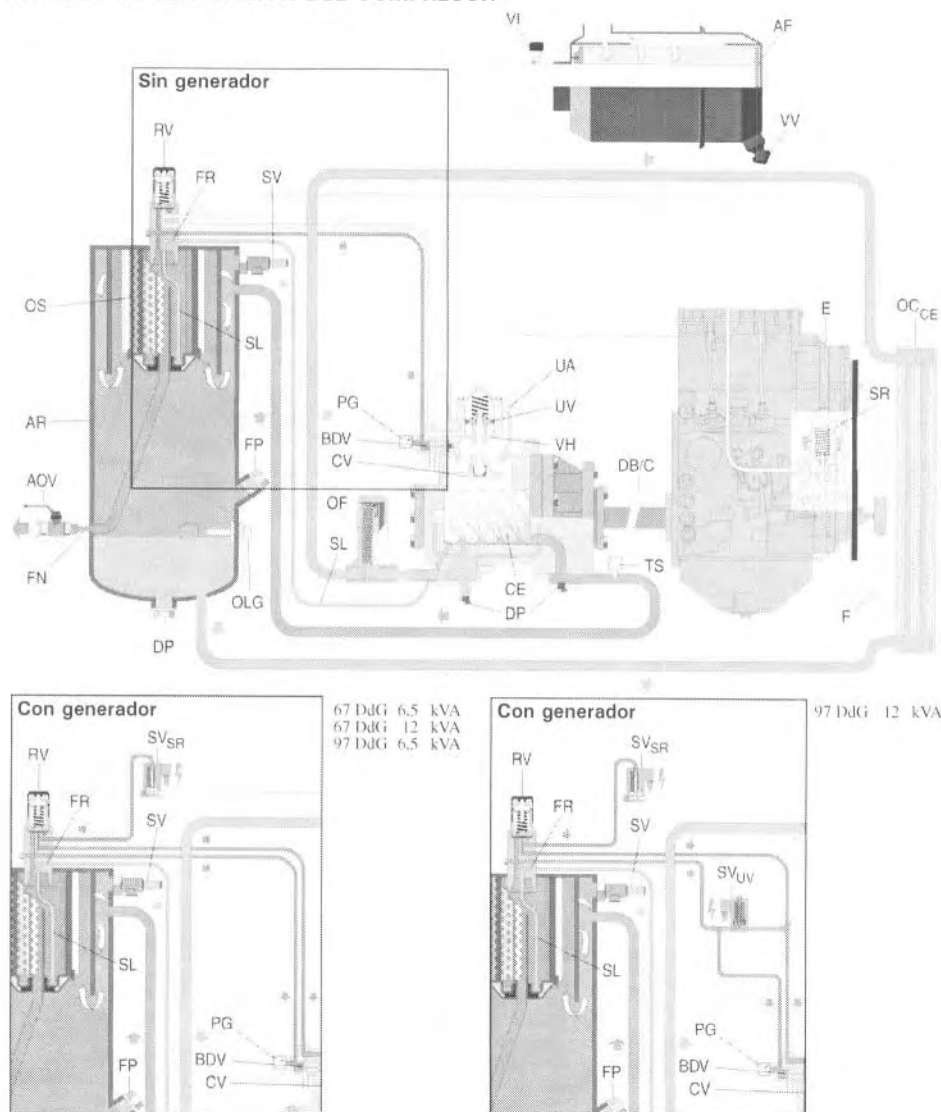

Fig. 2.3
2.5 FLUJO DE AIRE (VÉASE FIG. 2.3)
2.6 SISTEMA DE ACEITE (VÉASE FIG. 2.3)
2.7 SISTEMA DE REGULACIÓN CONTINUA (VER FIG. 2.3)